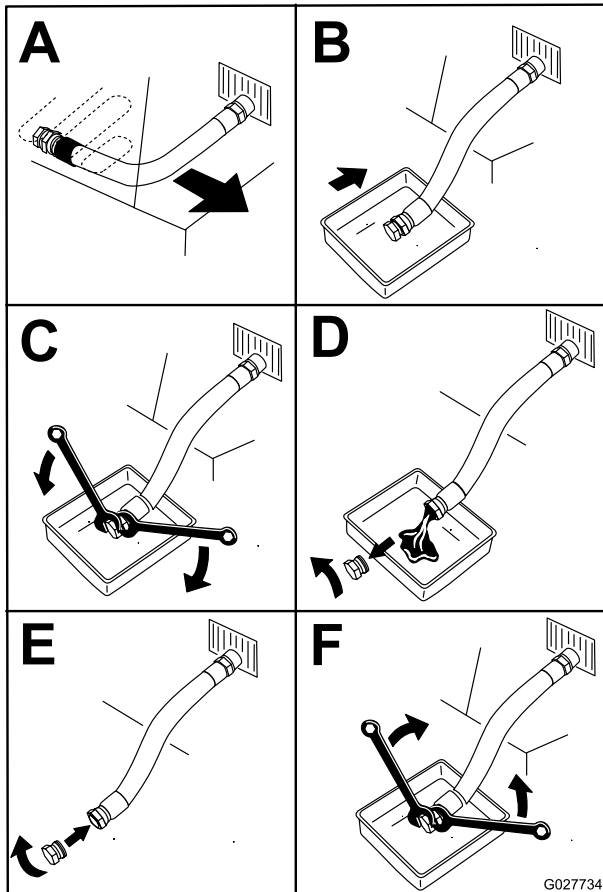

Bild 44
4. Wechseln Sie das Motoröl (Bild 44).